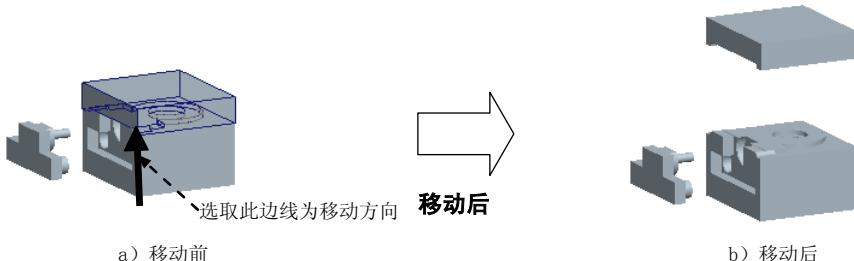

图 14.37 移动上模
Step3. 开模步骤 2: 移动上模。输入要移动的距离值 20, 结果如图 14.37 所示。